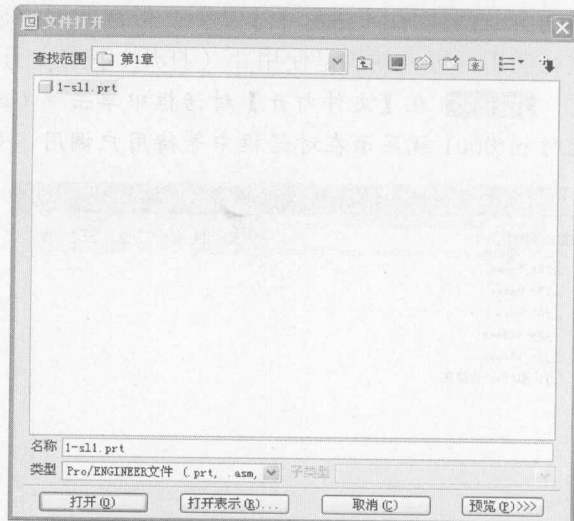
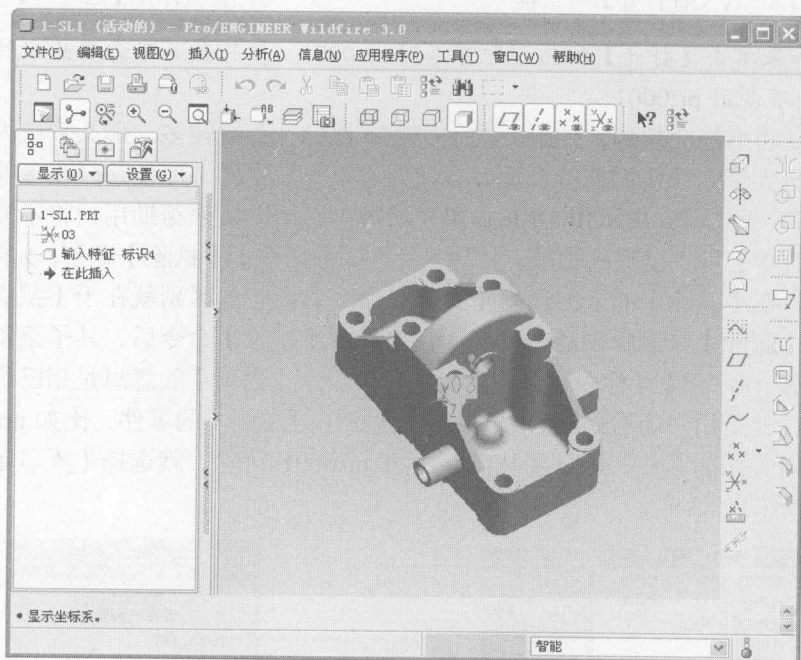

图 1.12 打开零件
图 1.13 零件界面
STEP 01 选择【文件】|【打开】命令或单击  (打开) 按钮，打开光盘目录中的底座零件 1-sl1.prt，如图 1.12 所示。打开后的界面如图 1.13 所示。